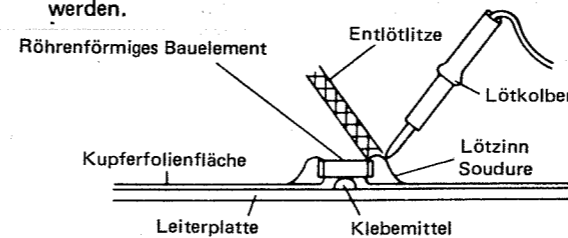

Abbildung 25-1
- Mit einem Lötkolben die Lötstellen der einzelnen Anschlüsse des Bauelements erhitzen, so daß es von der Entlötlitze, die dagegehalten wird, aufgenommen werden kann. Siehe Abbildung 25-1.